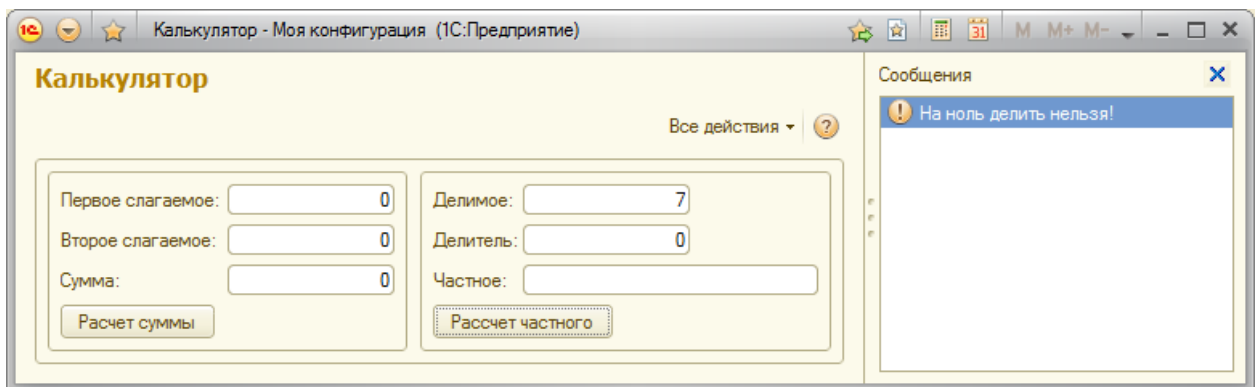

Рисунок 135 Пример работы оператора «Сообщить»
14. Пример работы оператора «Сообщить» представлен на рис. 135.